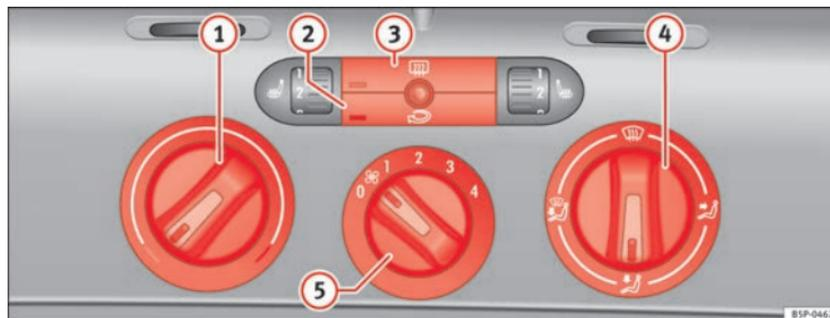

Fig. 126 Sur la planche de bord : éléments de commande du chauffage
- Les régulateurs ⇒ fig. 126 ① et ④ et la commande ⑤ permettent de régler la température, la répartition de l'air et la vitesse de la turbine.
- Appuyez sur le bouton ② ou sur le bouton ③ pour activer ou désactiver la fonction correspondante. Quand la fonction est active, le rectangle situé sur le coin inférieur gauche du bouton s'allume.